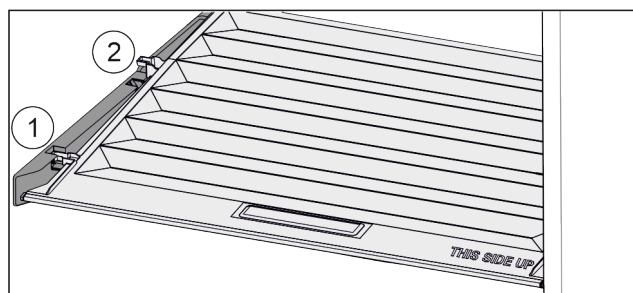

Fig. 115
- ▶ Veko potiahnite dopredu až k otvoru v prídržných dieloch Fig. 115 (1).
- ▶ Vzadu ho nadvihnite zospodu a zložte smerom nahor Fig. 115 (2).